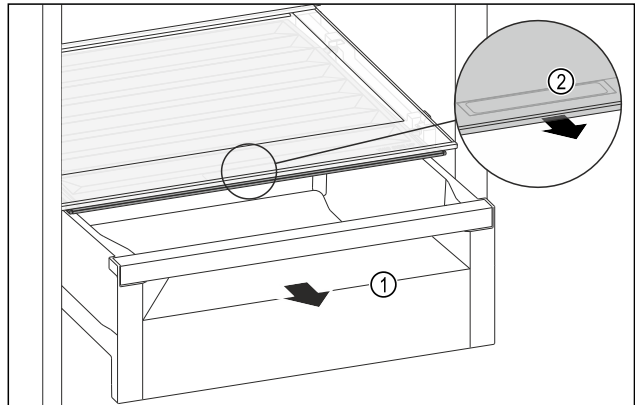

Fig. 103
- ▶ Извлеките выдвижной ящик *Fig. 103 (1)*.
- ▶ Возьмитесь за утопленную ручку *Fig. 103 (2)* на крышке отделения и одновременно потяните крышку отделения вперед.